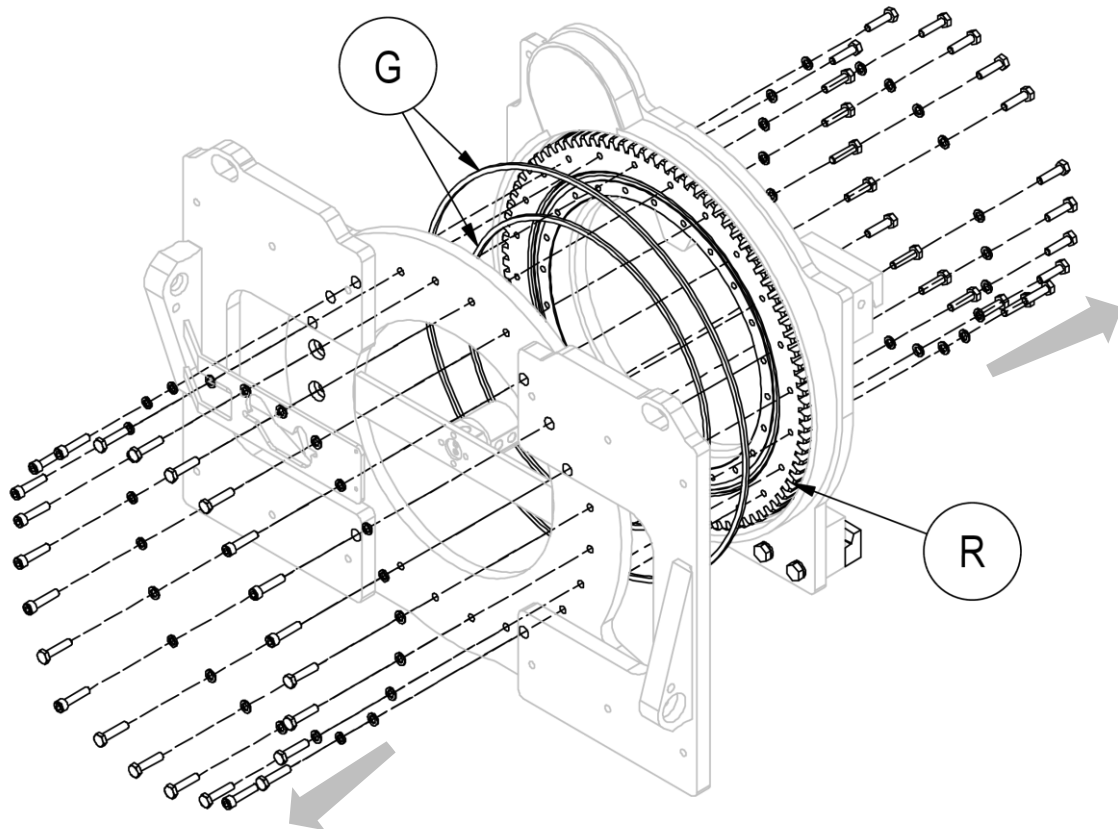

Figura 33
5. Rimuovere la parte anteriore del corpo rotante, assicurandosi di sorreggere in modo idoneo tutte le parti per poter effettuare l'operazione in sicurezza (vedi *Figura 33*).
6. Per poter rimuovere la ralla **R**, è necessario rimuovere anche le viti della parte posteriore dell'attrezzatura (vedi *Figura 33*).